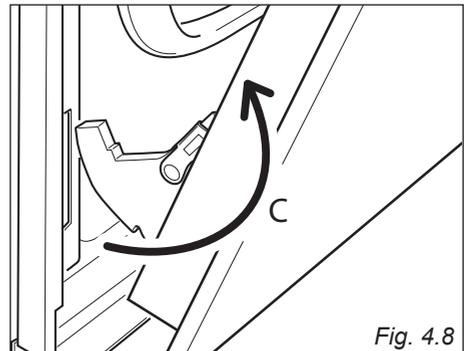

Fig. 4.8
- Estrarre i ganci delle cerniere (destra e sinistra) dal loro alloggiamento (freccia "C" - fig. 4.8).